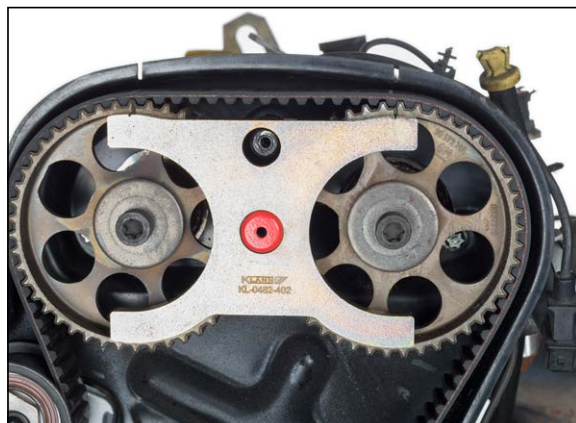

Bild 20
9. Vrid kammen på det nedre löphjulet moturs med spännyckeln OE (MKM-6038) eller en vattenpumptång (bild 10) tills kammens spets står i ca kl. 12-position och markeringarna på kamaxelremhjulen och kalibreringsinstrumentet OE (KM-800-20) är linjerade (bild 20). Dra åt det nedre löphjulet med 40 Nm. Kamaxelremhjulen "3" och "4" måste ställas in exakt innan kamaxelremhjulen "1" och "2" justeras.
15. Sätt kalibreringsinstrumentet OE (KM-800-20) på kamaxelremhjulen "3" och "4". Markeringarna på kamaxelremhjulen och kalibreringsinstrumentet OE (KM-800-20) är linjerade (bild 20). Om markeringarna inte är linjerade, justera dem igen enligt anvisningarna i punkt 9.